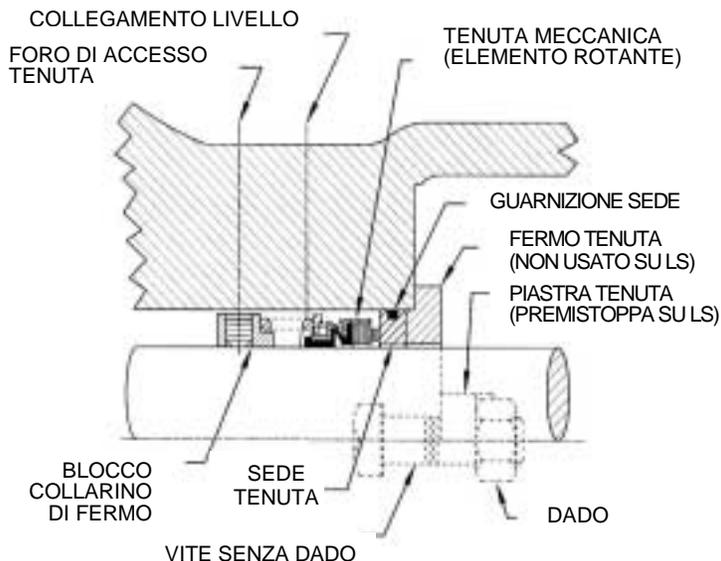

FIGURA 9
2. Soffietto Elastomerico (Figura 9)
7. Muovere l'elemento rotante in modo che le viti di fermo siano direttamente sotto i fori di accesso alla tenuta sul lato del supporto (**Vedere Figura 9 e 10**). Stringere fermamente all'albero tutte le viti di fermo. **NOTA:** Assicurarsi che rotore e albero siano posizionati contro la testa prima di stringere le viti di fermo.